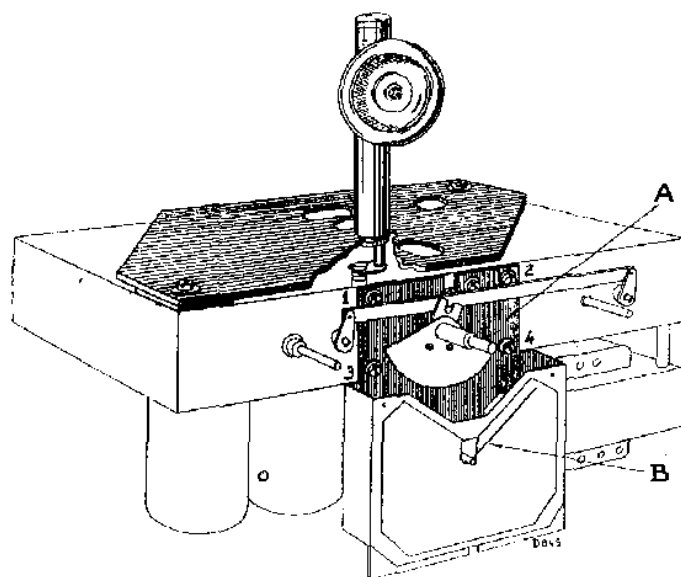

Fig. 5
3. Een instelplaat met insteltang (fig. 5).
2. Aandrijfplaat (fig. 5 pos A) in de gemiddelde stand brengen.